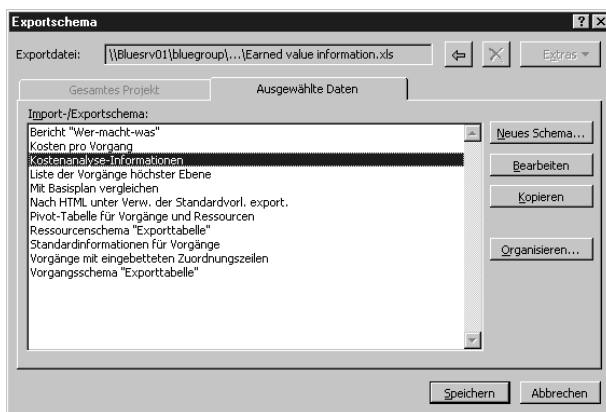

Abbildung 21.6:
4. Klicken Sie SPEICHERN, um das Dialogfeld EXPORTSCHEMA zu öffnen (siehe Abbildung 21.6).